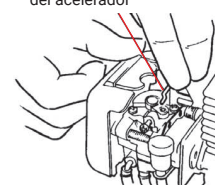

Figura 7
4. Conecte el extremo en forma de S del cable del acelerador a la palanca del acelerador en la parte superior del carburador como se muestra en la figura 7.